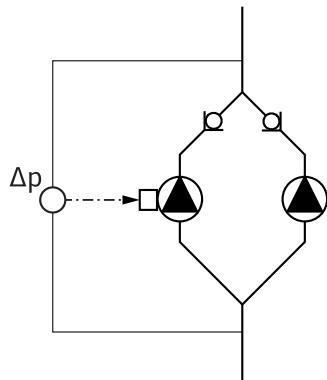

Fig. 13: Primjer, priklučak senzora diferencijalnog tlaka
- U primjeru na Fig. 13 glavna je pumpa lijeva pumpa u smjeru strujanja. Senzor diferencijalnog tlaka priključite na tu pumpu. Mjerne točke senzora diferencijalnog tlaka glavne pumpe moraju se nalaziti u odgovarajućoj sabirnoj cijevi na usisnoj i tlačnoj strani instalacije od dviju pumpi (Fig. 13).